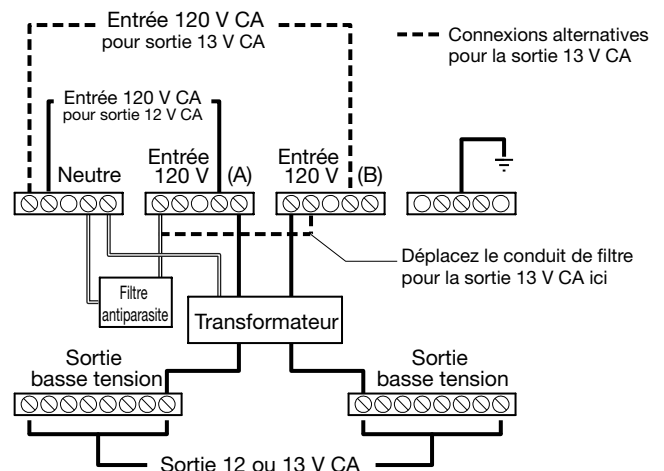

FIG. 8. Emplacement du câblage
6. Retirez les conducteurs d'alimentation de la source d'alimentation et connectez-les au boîtier de raccordement avec transformateur. Voir FIG. 8 pour connaître les emplacements de l'entrée de l'alimentation.
7. Effectuez les raccordements de câblage. Voir FIG. 8.
- à l'entrée 120 V (A) pour la sortie 12 V, ou à
- l'entrée 120 V (B) pour la sortie 13 V.
Remarque : La connexion par défaut, effectuée en usine du circuit de filtre antiparasite, relie le bornier « neutre » au bornier de « l'entrée 120 V (A) » pour une sortie 12 V CA. Si une sortie 13 V CA s'avère nécessaire, recâblez le filtre antiparasite de la connexion de « l'entrée 120 V (A) » à la connexion de « l'entrée 120 V (B) ». Voir FIG. 8.